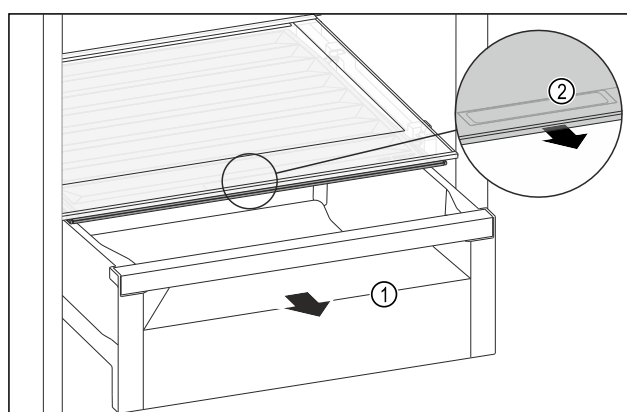

Fig. 73
- Izvlecite predal Fig. 73 (1).
- Primite prijemalno vdolbino Fig. 73 (2) na pokrovu predala in predal istočasno povlecite naprej.